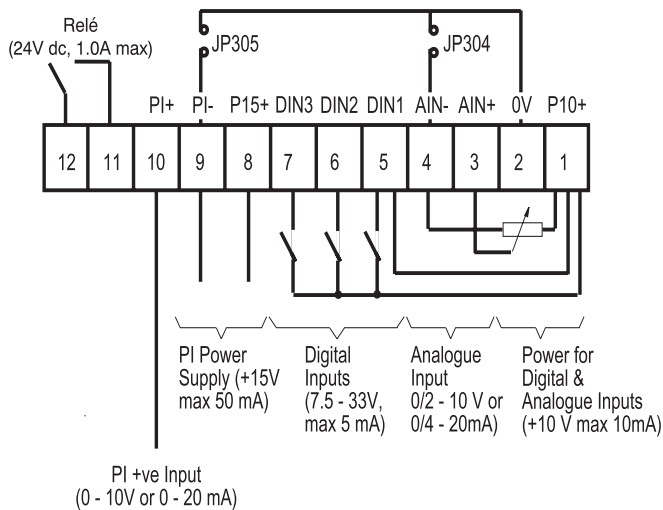

Fig. 3: Kontrollklemmekoplinger
Mat kontrollkabelen inn i veksleretteren via det riktige pakningsshullet (se Fig. 1). Forbind kontrollledningene i samsvar med informasjonen i Fig. 3 og 4 (se også Fig. 1).
Merk at det valgfrie potensiometeret tilpasset som en analog innstilt verdi vist i Fig. 3, forutsetter at ledningen JP304 forbinder 0V (pin 2) til AIN- (pin 4). P15+ også kan brukes som et alternativ til P10+ for de digitale inngangene.
- (b) Kople et 4.7 kW potensiometer til kontrollklemmene som vist i Fig. 3 eller tilfør et 0 – 10 V signal mellom pin 2 (0V) og pin 3 (AIN+). I begge tilfeller, plasser ledning JP304 til å forbinde 0V til AIN-.